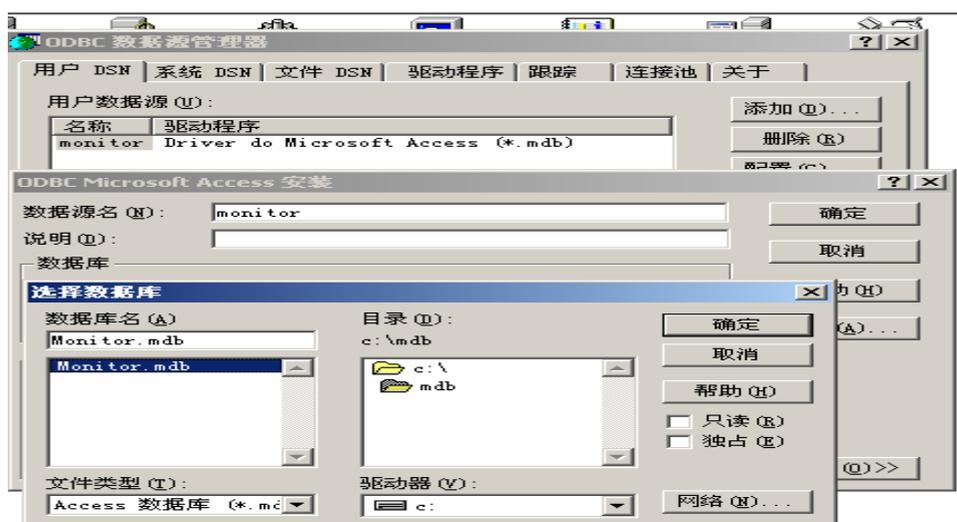

图 4
3.2 系统安装配置：在 C:\ 中建立“液面”目录，将所提供的“Monitor.exe”文件复制到该目录下。在 C:\ 中建立“mdb”目录将所提供的“Monitor.mdb”数据库文件复制到该目录下。在控制面板中配置该数据库：在控制面板中依次选中“管理工具”→“数据源 ODBC”→“用户 DSN”→“添加”→“Driver Microsoft Access Drive (\*.mdb)”→“完成”→在“数据源名”中填入“monitor”→“选择数据库”点击“确定”即可。如图 4：